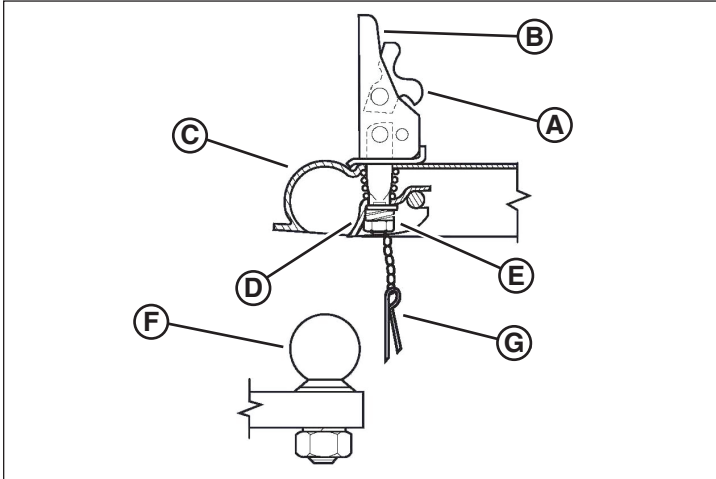

Figure 10
1. Tirer sur le mécanisme de verrouillage (A, Figure 10), et soulever le levier de verrouillage (B, illustré soulevé).
2. Ajuster l'attelage à la boule d'attelage (F, Figure 10) en poussant la bande de verrouillage (D) vers le haut, loin de l'écrou d'ajustement (E).
- S'assurer que la boule d'attelage est complètement engagée dans la bride de raccordement (C, Figure 10).
- Pousser le levier de verrouillage vers le bas en position verrouillé. Insérer la goupille de verrouillage (G, Figure 10) dans le trou dans le levier de verrouillage, ou utiliser un cadenas pour plus de sécurité.